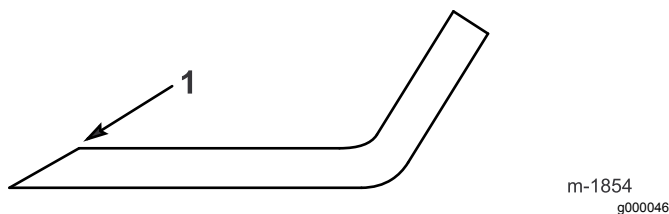

Bild 38
- Schärfen Sie die Schnittkante jedes Messers an beiden Enden des Schnittmessers mit einer Feile (Bild 38). Behalten Sie den ursprünglichen Winkel bei. Das Messer bleibt ausgewuchtet, wenn Sie die gleiche Menge Metall von beiden Schnittkanten entfernen.